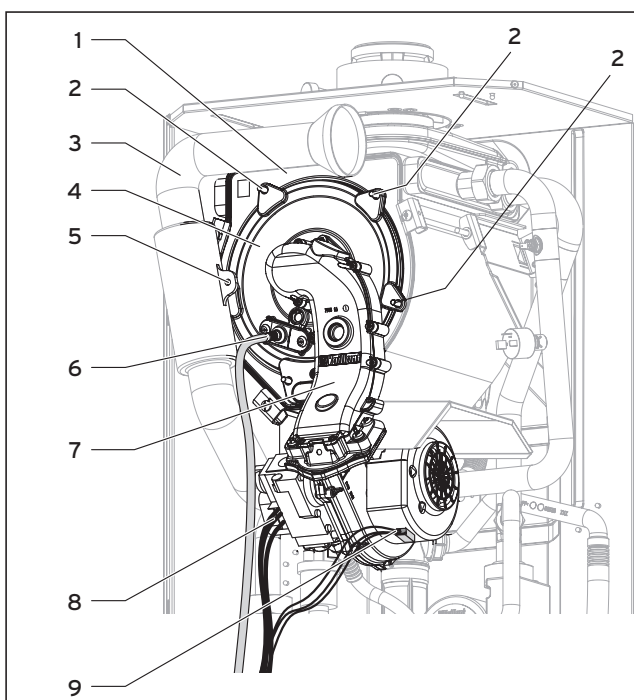
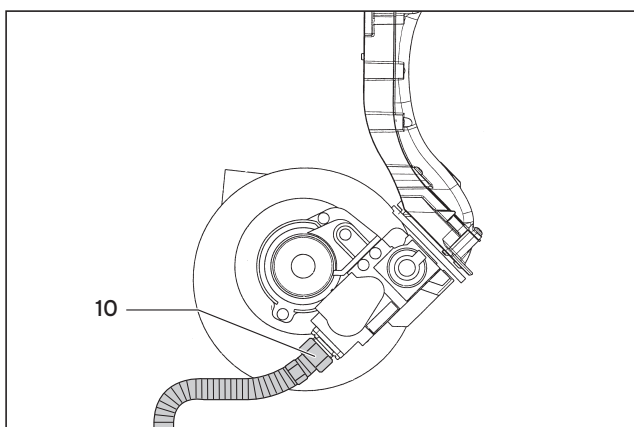

Fig. 7.3 Installare il modulo termico compatto
Fig. 7.4 Collegamento del gas
- Inserire il modulo termico compatto (4) sullo scambiatore di calore integrale a condensazione (1) (fig. 7.3).
- Avvitare i 5 dadi (2) omogeneamente in modo incrociato.
- Applicare il tubo di aspirazione dell'aria (3) al bocchettone di aspirazione e stringete la vite (5).
- Collegare la conduzione di alimentazione del gas (10) con una nuova guarnizione alla valvola del gas (fig. 7.4).
- Chiudere i due connettori dei cavi di accensione e di messa a terra all'elettrodo di accensione (6).
- Attaccare i cavi (9) sul motore del ventilatore ed il cavo (8) sulla valvola del gas.
**Controllare la tenuta stagna del gas all'allacciamento del gas (10) con spray per l'individuazione di perdite (fig. 7.4).**